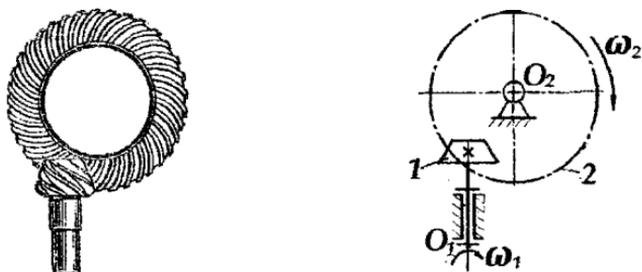

Рис. 6. Вид и схема гипоидной передачи
- 3) гипоидные (рис. 6), в них используются конические колеса, оси которых скрещиваются.